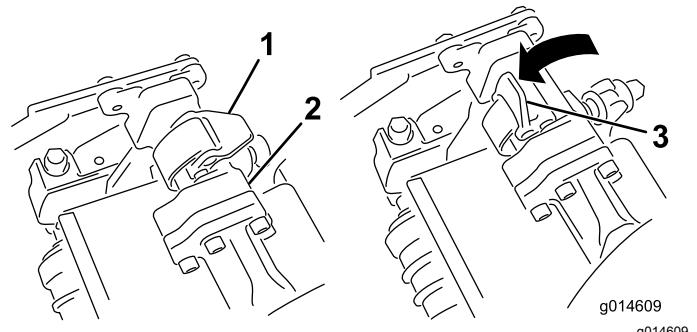

図 31
4. サスペンションアームのバーについているラッチを上向き開いた状態にして図 31、サスペンションアームを押し下げて、バーを、カッティングユニットのバーの上に被せるようにする図 32。
5. ラッチを下げる閉じるとカッティングユニットのバーがロックされてユニットがアームにセットされる図 31。
5. 取り外したいカッティングユニットのサスペンションアームのバーについているラッチを開く図 31。